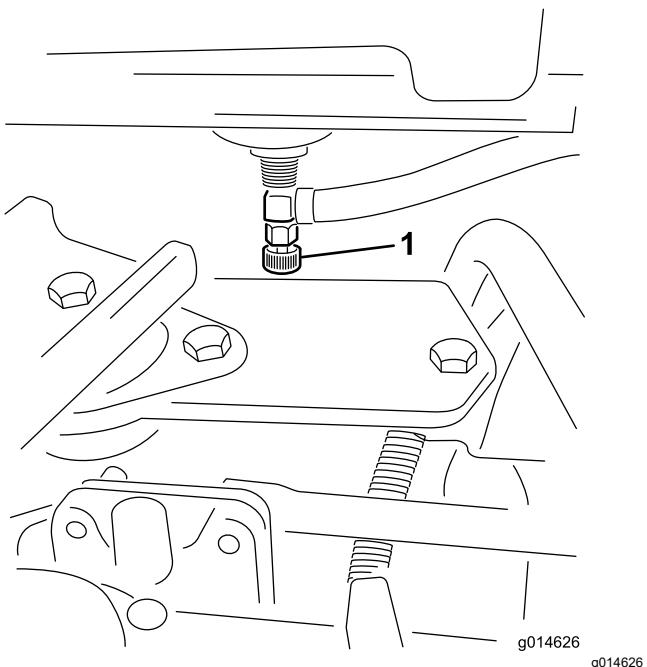

Figura 38
1. Chiudete la valvola di intercettazione del carburante (Figura 38) sotto il serbatoio del carburante.